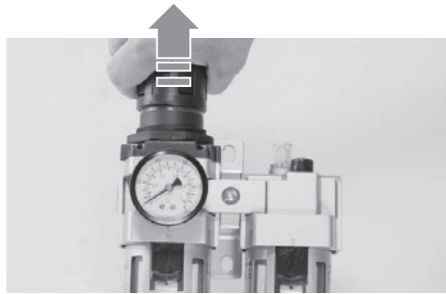

Fig. 4 – Botón de ajuste
1. Tire el botón de ajuste para arriba (fig. 4), hasta destrabar;